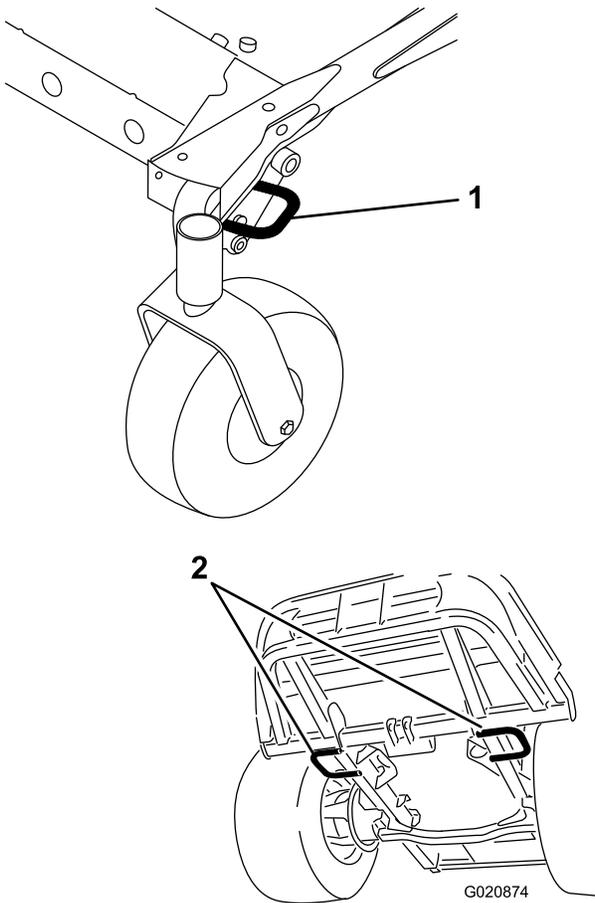

Figura 30
3. Prenda bem a máquina ao atrelado ou carrinha com tiras, correntes, cabos ou cordas conforme exigido pelas regras de trânsito da sua área (Figura 30).